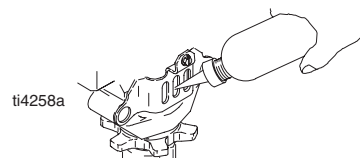

Fig. 12
8. Fig. 12. Remplir l'écrou de presse-étoupe de liquide d'étanchéité TSL Graco jusqu'à ce que le liquide déborde par dessus le joint.